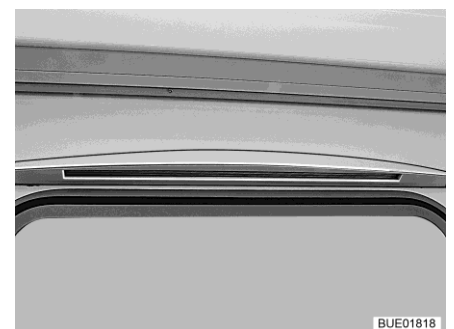

Fig. 94 Lámpara del toldo
- Iluminación del toldo (Fig. 94)